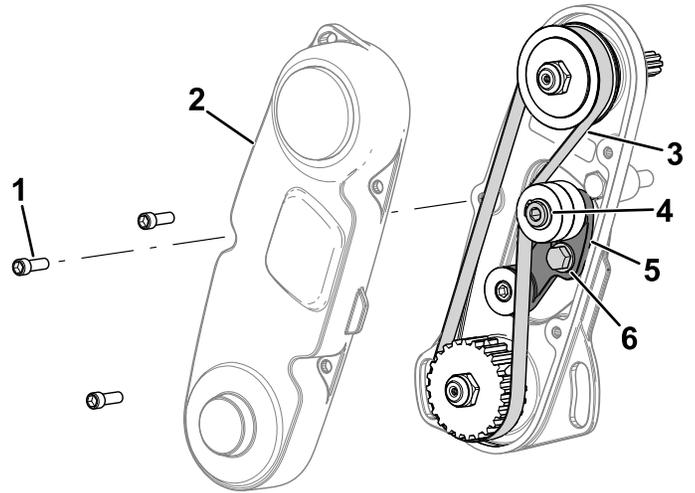

Figura 4
- C. Retire la cubierta de la correa para tener acceso a la correa (Figura 4).
- D. Afloje el perno del brazo tensor y gire el brazo tensor (Figura 4) para aliviar la tensión de la correa.
- E. Retire la correa (tal y como se muestra en la Figura 4).
- G. Instale la correa y ténsela aplicando una fuerza de 6 a 7 N·m a la cabeza hexagonal interna del brazo tensor, como se muestra en la Figura 4.